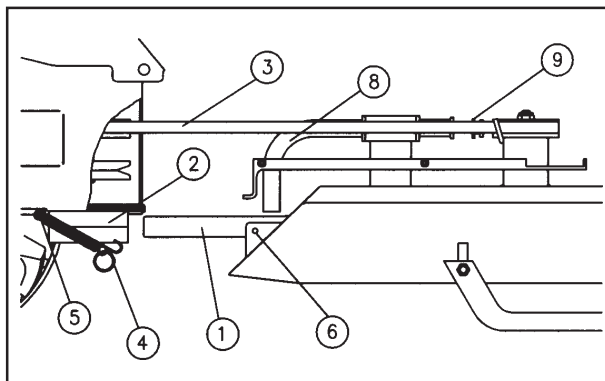
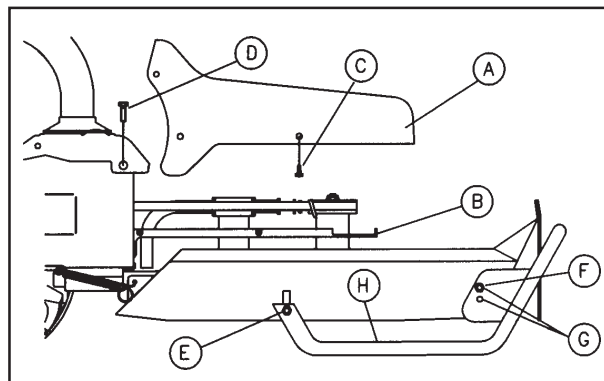

Fig. 1
Fig. 2
MONTAGGIO DEL FALCIATUTTO: FIG. 1 - A motore fermo e con la macchina in posizione orizzontale, inserire per metà il perno del tosaerba (1) nella sede dell'attacco rapido (2). Montare la cinghia (3) e portare a fine corsa il perno; inserire le molle (4) nei rispettivi ganci (5) e successivamente nei fori (6). FIG. 2 - Fissare il coperchio in polipropilene (A) al supporto inferiore (B) tramite le 5 viti autofilettanti (C), quindi togliere le 2 viti (D) del motocoltivatore per fissarle al coperchio.
ANBAU DES SICHELMÄHWERKS (MULCHGERÄT): BILD 1 - Die Maschine mit stillstehendem Motor in waagrechte Position bringen. Den Tragzapfen des Sicheljäher (1) zur Hälfte in das Tragrohr (2) der Maschine einschieben. Danach den Antriebskeilriemen (3) auf die Keilriemenscheibe der Maschine aufziehen. Dabei wird der Tragzapfen in die richtige Position bis zum Anschlag der Maschine gebracht. Die Rückholfeder (4) in die Fanghaken (5) der Maschine bringen. Danach die Rückholfeder spannen und die enden (Haken) in Bohrung (6) einhaken !
BILD 2 - Die Schutz- und Abdeckhaube (A) wird mit 5 Stück Schrauben (C) an den Träger (B) montiert. Danach die 2 Stück Schrauben (D) an der Maschine demontieren und zusammen mit der Schutzhaube wieder montieren.
ASSEMBLING OF THE GRASSLAND MOWER: FIG. 1 - At engine off and with the machine in horizontal position, connect half-pivot of the grassland mower (1) in the couple of the quick connection (2). Assemble the belt (3) and connect the whole pivot; connect the springs (4) in the respective hooks (5) and then in the holes (6). FIG. 2 - Fix the cover in polypropylene (A) to the cover support (B) through the 5 screw auto-cutting (C), so remove the 2 screw (D) of the motor-cultivator to fix them to the cover.
MONTAGE DE LA DEBROUSSAILLEUSE: FIG. 1 - Le moteur étant arrêté et la machine en position horizontale, introduire jusqu'à moitié l'axe (1) de la débroussailleuse dans l'emplacement de l'attelage rapide (2). Monter la courroie (3) en portant l'axe de guidage en fin de course; fixer les ressorts (4) dans les crochets respectifs (5) puis dans les trous (6). FIG. 2 - Monter le capot en polypropylène (A) au support inférieur (B) par les 5 vis filetées (C), puis enlever les 2 vis (D) de la machine pour les fixer au capot.
MONTAJE DEL CORTACÉSPED Fig. 1: con el motor apagado y la máquina en posición horizontal, insertar hasta la mitad de su longitud el perno del cortacésped (1) en el asiento del enganche rápido (2).
Fig. 2: sujetar la tapa en polipropileno (A) al soporte inferior (B) con los 5 tornillos autorroscantes (C); luego quitar los 2 tornillos (D) del motcultor para sujetarlas a la tapa.